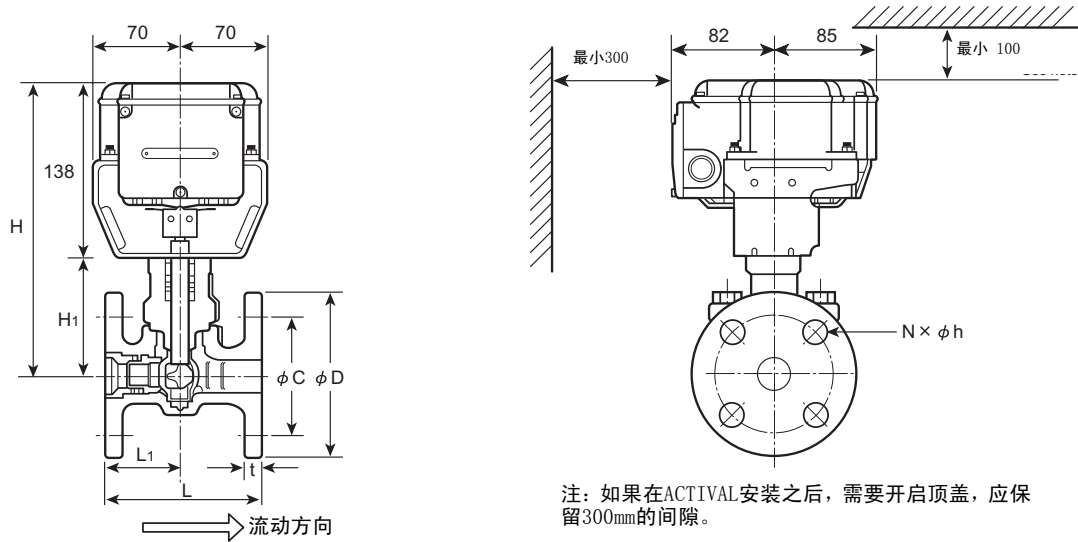
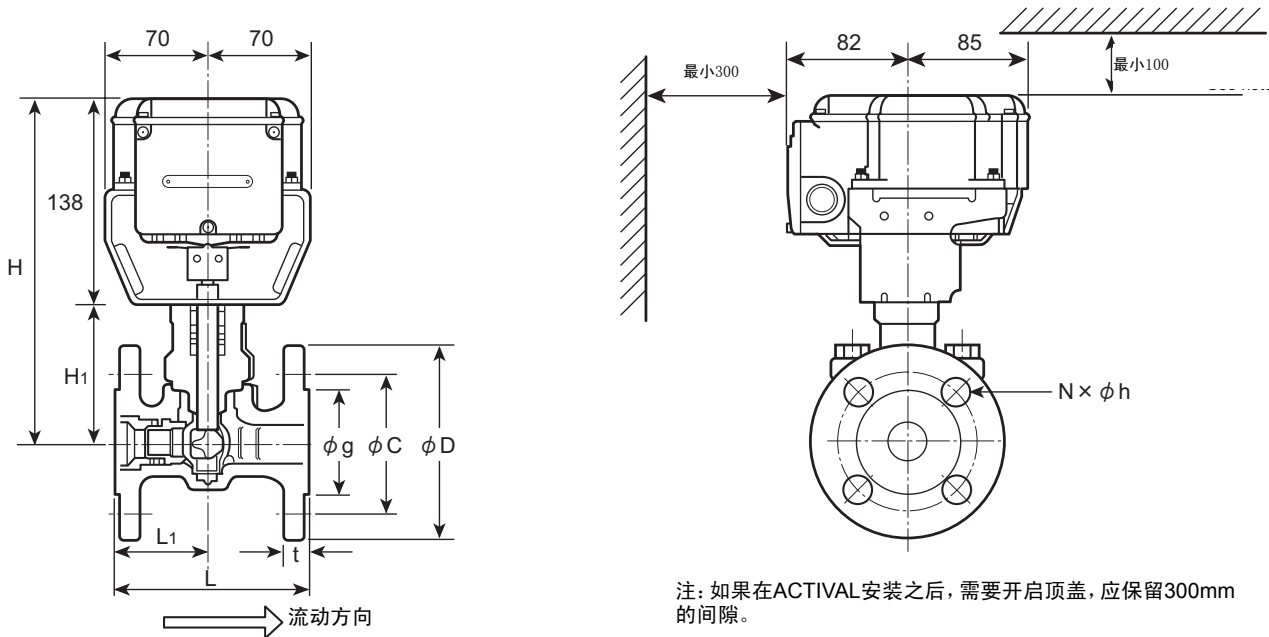

图1 尺寸 (mm)：阀体 (JIS FC200)
图2 尺寸 (mm)：阀体 (JIS SCS13A)
- 2) 将ACTIVAL安装在便于维护和检查的位置。图1和图2显示了用于维护和检查的最小间隙。将ACTIVAL安装在最高位置时，在阀门下放置一个接水盘。